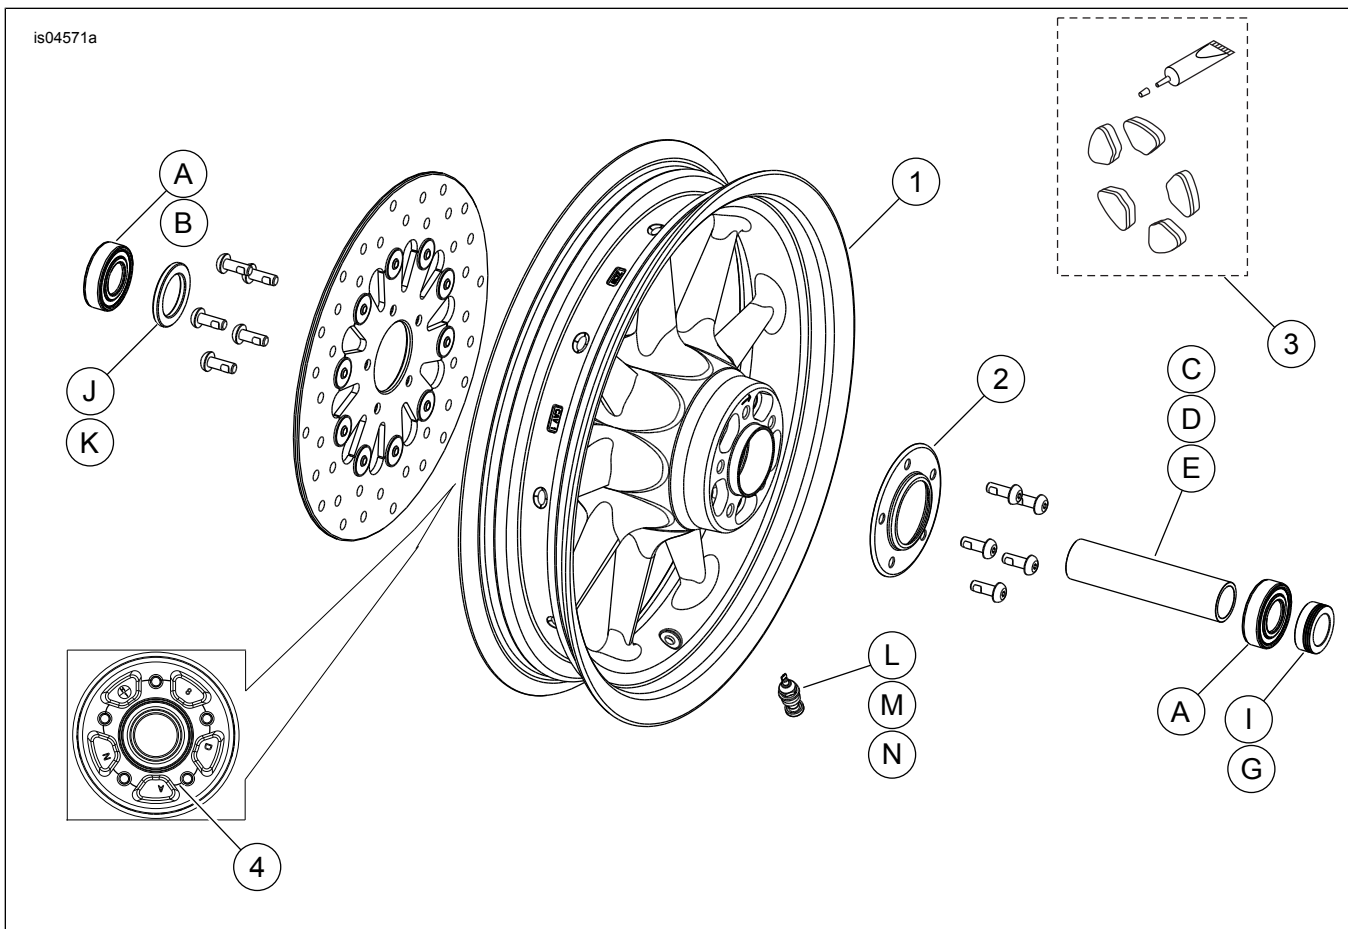

Figura 1. Manual de serviço: Rodas dianteiras de nove raios
Veja Figura 1 e as tabelas de peças de reposição.
2. Veja Figura 1. Instale o conjunto da haste da válvula (L, M ou N) na roda. Consulte PNEUS no Manual de serviço.